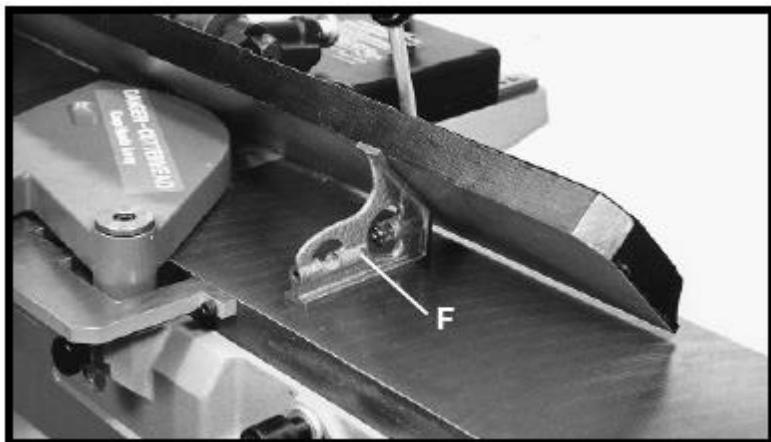
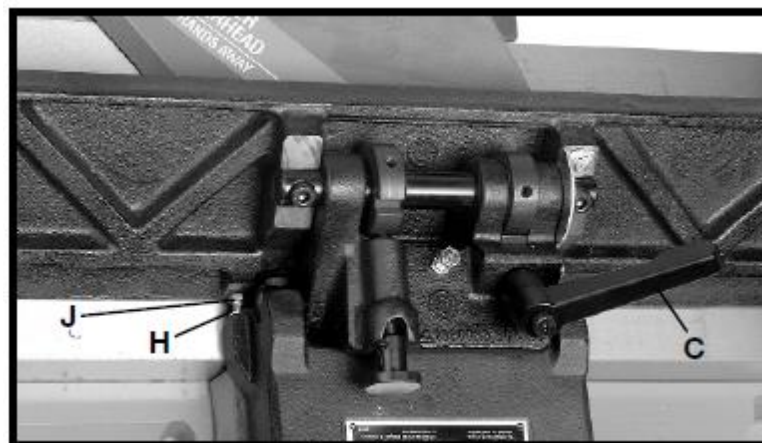

Рис. 32
Рис. 33
4. Наклонить параллельный упор как можно дальше вовнутрь и с помощью комбинированного угольника (F), рис. 32, проверить, чтобы угол наклона параллельного упора составлял 45° , как показано на рисунке. При необходимости в регулировке ослабить контргайку (H), рис. 33, и вворачивать или выворачивать регулировочный винт (J) до тех пор, пока угол наклона параллельного упора не составит 45° , и затянуть контргайку (H). Затем затянуть фиксирующую рукоятку (С).